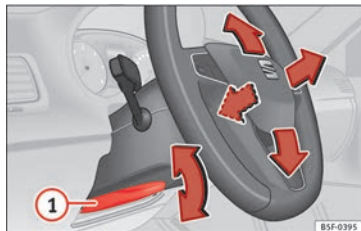

Fig. 18 Levier sur la partie inférieure latérale gauche de la colonne de direction.
• Régler la position du volant : tirez le levier » **fig. 18** ① jusqu'en bas, déplacez le volant sur la position désirée puis remontez le levier en position de verrouillage.